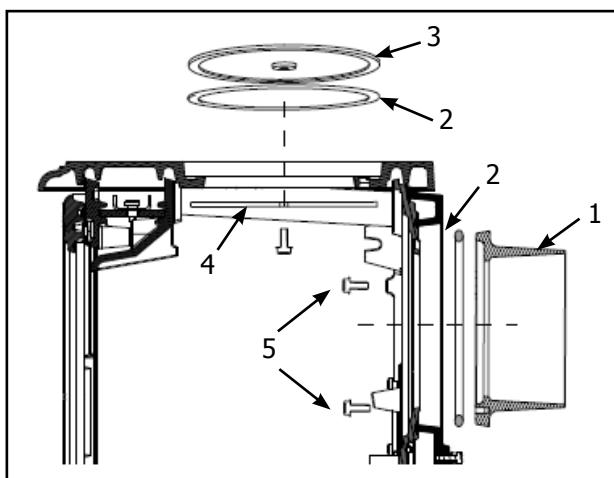

Figure 4 - Départ fumée à l'arrière
2.6 Départ de fumée à l'arrière (Figure 4)
2.9. Pression de fermeture de la porte (Figure 4)